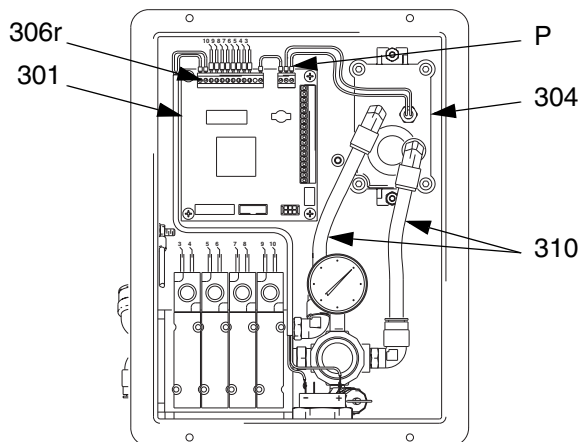

FIG. 13
2. Desconecte los cables de suministro eléctrico (P). FIG. 13.
3. Desconecte las líneas de suministro y escape de aire (310).
4. Desconecte el conector Phoenix de 12 posiciones de los cables solenoides (306r) de la tarjeta principal de circuito impreso. FIG. 13, página 20.